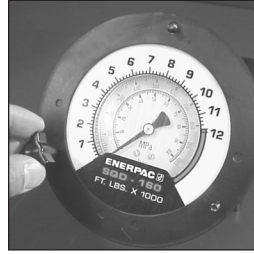
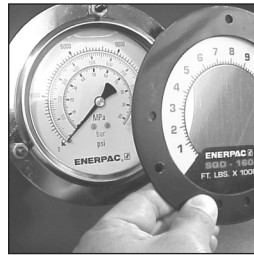

图 9
图 10
1. 卸下固定压力计前法兰的三个黑色翼形螺母(见图 9)。
2. 卸下前法兰和扭矩盖(见图 10)。
4. 将扭矩盖贴到法兰背面(见图 10),然后将法兰插到调节螺母上,根据需要将扭矩盖重新定位,然后将调节螺母的翼拧紧(见图 9)。法兰会将扭矩盖压到压力计上,将它固定到位。请参见转矩扳手说明,了解产生预期扭矩需要的压力值。注:不同的扳手和附件所需最大压力不同。